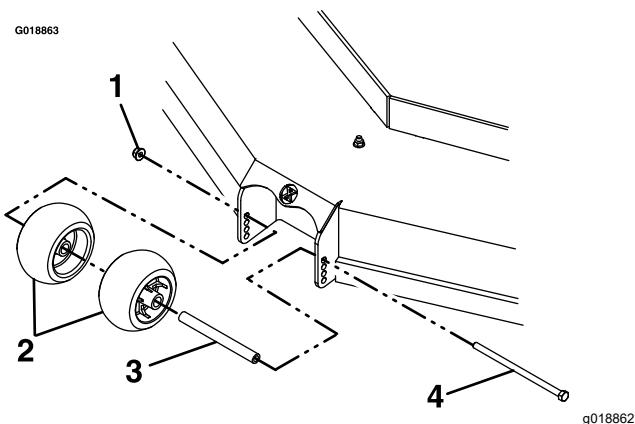

Figura 29
4. Después de ajustar la altura de corte, ajuste los rodillos protectores del césped retirando las fijaciones de montaje (Figura 29).
6. Apriete la contratuerca (3/8") a 41-47 N·m (30-35 pies-libra), como se muestra en la Figura 29.